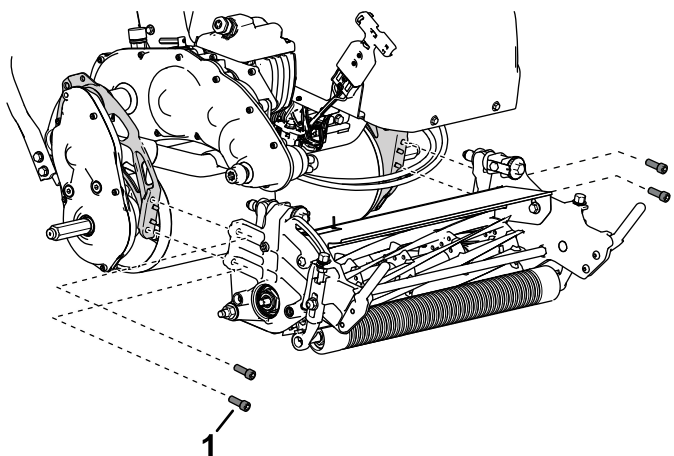

Figure 41
4. Retirez les vis à tête creuse qui fixent l'unité de coupe au cadre (Figure 41).